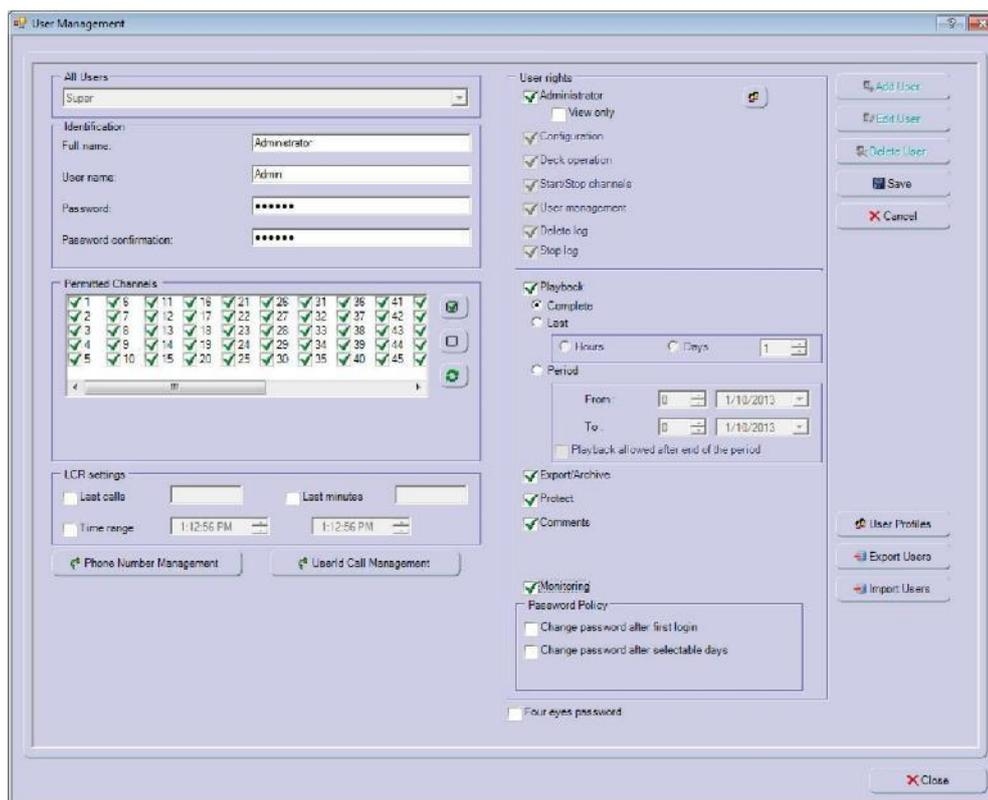

Figure 4- 1：使用者管理選單
- 所有使用者互動都受密碼保護。只有系統管理員可以建立使用者帳戶。只有具有相關權限的使用者才能停止頻道錄音。使用者帳戶可以從中心位置(central position)建立，並分配到不同的位置(different locations)，如 Figure 4- 11。